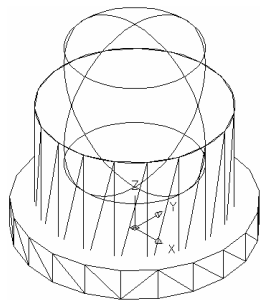

图 6-1-6 绘制球体
(6) 绘制球体。在命令行中输入 SPHERE 命令并按回车键，根据命令行的提示进行操作，以 (0,0,3) 为球体中心点，绘制半径为 2 的球体，结果如图 6-1-6 所示。